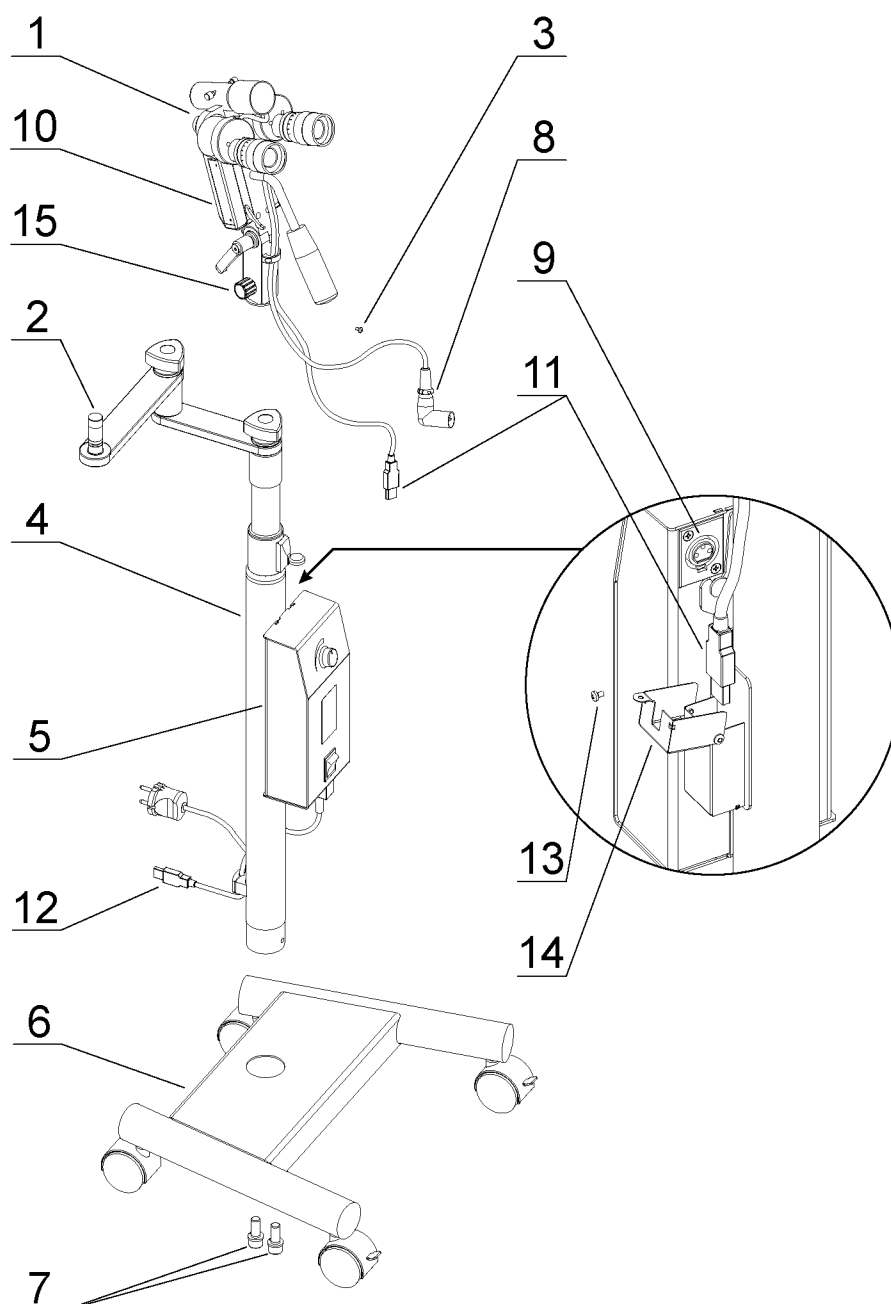

Рисунок 4 – Монтажная схема кольпоскопа с видеосистемой.
- 2) Установить стойку телескопическую 4 (рис. 4) в основание 6 и закрепить винтами 7 с помощью шестигранного ключа входящего в комплекта поставки кольпоскопа.
4) Выкрутить ручку 15 и винт 3 (рис. 4), установить на ось 2 рычага поворотного головки кольпоскопа 1 с кронштейном, закрепить винтом 3 до упора и вкрутить ручку 15 назад.
6) Открыть с задней стороны блока питания крышку защитную 14 (рис. 4), выкрутив винт 13.